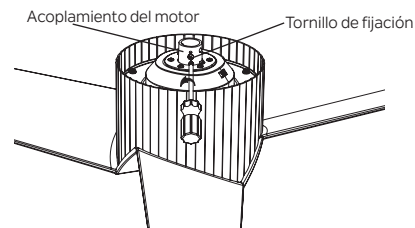

Figura 9
Paso 3. Afloje los dos tornillos de fijación en el acoplamiento del motor. (Figura 9)